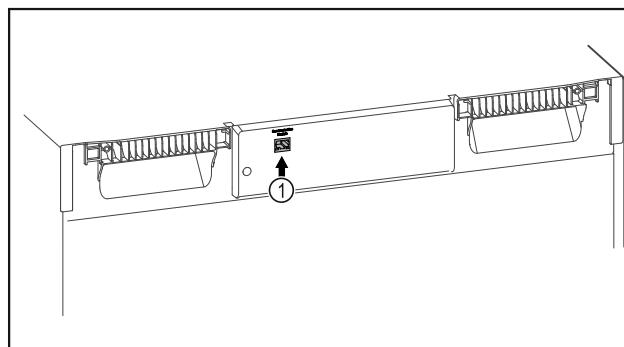

Fig. 108
- ❑ Założono SmartModule *Fig. 108 (1)*.